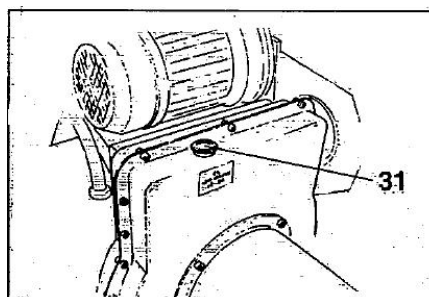

Рис. 38
- 6) Периодически проверяйте уровень масла в редукторе, когда кронштейн монтажной лапы полностью опущен (находится в конце хода). Для этого предусмотрено смотровое окно в корпусе редуктора. При необходимости следует заправить масло Esso Spartan EP 320 или масло аналогичного типа (например, Agip F1 REP 237, BP GRX P320, Chevron Gear Compound 320, Mobil Gear 632, Shell Omaia Oil 320, Castrol Alpha SP 320). Открутите крышку (31, рис. 38), залейте масло и снова закрутите крышку.